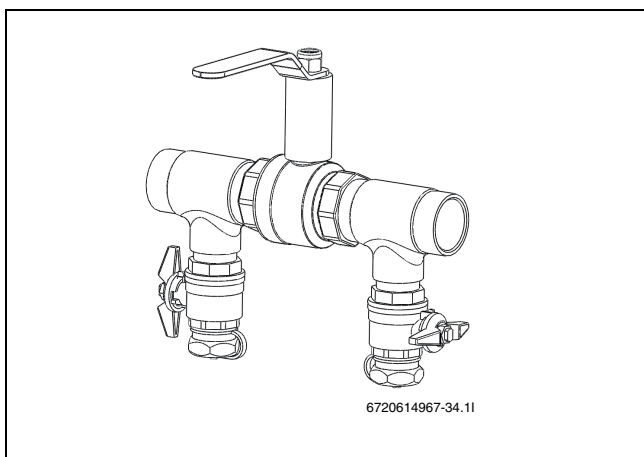

Bild 17 Påfyllnadssats i tryckhöjningsläge
- ▶ När urluftningen är klar ska kretsen trycksättas. Vrid ventilerna på påfyllnadssatsen till tryckhöjningsläge och trycksätt kretsen till 2,5 - 3 bar (→ Bild 17).